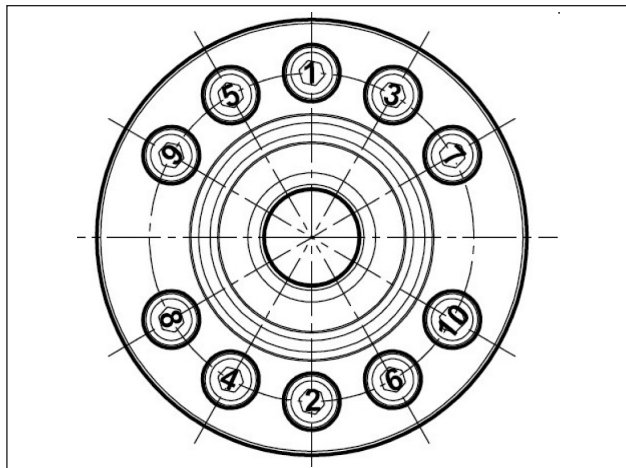

Fig. 49
**** Los tornillos de fijación de los soportes deben ser ajustados en una única fase respetando el orden indicado en el esquema de la Fig. 49.